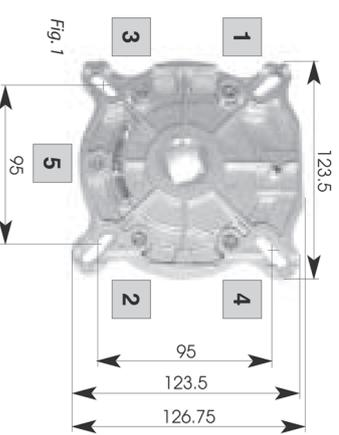

Fig. 1
- Die 5 Schrauben auf dem Hauptkörper der Fangvorrichtung gemäß der in Abb. 1 angegebenen Reihenfolge lösen (siehe Ende des Prospekts);
- Schrauben gemäß der an Abb. 1 angegebenen Reihenfolge anziehen, und danach Schrauben mittels eines dynamometrischen Schlüssels um 4 Nm anziehen.